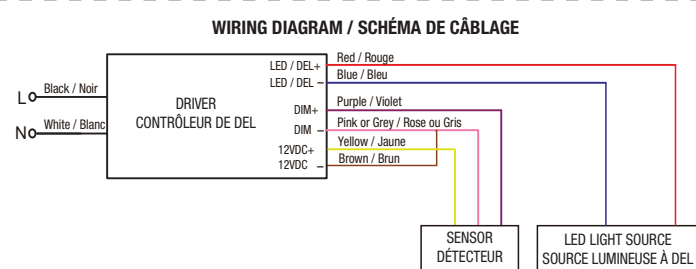

Figure 13
5. Make the wiring connections as shown in WIRING DIAGRAM, Fig. 13.
5. Effectuer les connexions de câblage comme indiqué dans le SCHÉMA DE CÂBLAGE, Fig. 13.